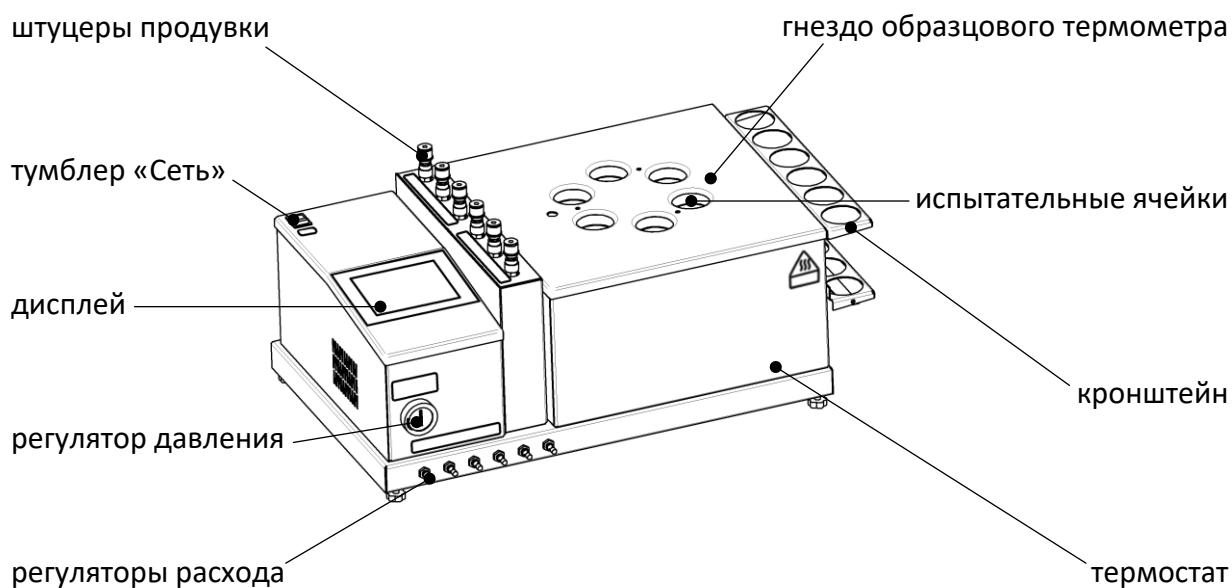

Рисунок 1 – Общий вид аппарата
3.3.1 Подключить аппарат к сети питания, включить его тумблером «Сеть» (рисунок 1 на странице 3).
Расход воздуха	текущий расход воздуха в испытательных сосудах: «х» - продувка сосудов отключена. «сосуд откл.» - продувка включена, сосуд не подключён к штуцеру (рисунок 1 на странице 3), либо расход ниже 0,5 л/ч. «3.0» - расход в рабочем диапазоне; приведено условное значение расхода, настраивается регуляторами (рисунок 1 на странице 3).
Продувка испытательных сосудов после включения аппарата отключена, поэтому расход в сосудах не показывается. Если требуется настроить расход до начала испытания, необходимо включить продувку кнопкой [Продувка] и подключить трубки продувки сосудов к штуцерам (рисунок 1 на странице 3), после чего настроить расход регуляторами (рисунок 1 на странице 3) следующим образом:
4.5.2 Установить испытательные сосуды в ячейки термостата и подключить их к штуцерам продувки (рисунок 1 на странице 3). При испытании по ГОСТ 18136 (короткие сосуды) под сосуды установить подставки из комплекта поставки.